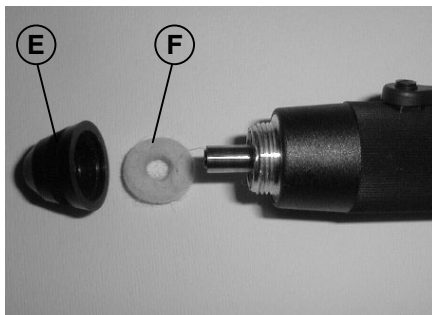

Fig. 4
- nettoyer le feutre (F) placé à l'intérieur de la tête (E), (voir Fig. 4);